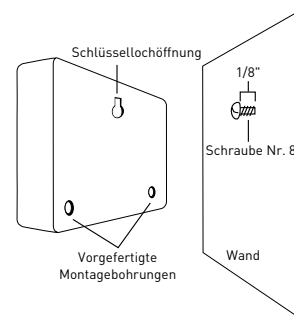

Abbildung 2: Aufhängen des Timers an der Schraube (mit der Schlüssellochöffnung)
- Schieben Sie den Timer mit dem Schlüssellochschlitz an der Rückseite des Timers über die hervorstehende Schraube. *Siehe Abbildung 2.*
- Schrauben Sie eine weitere Schraube Nr. 8 durch eine der zwei vorgefertigten Bohrungen in den unteren Ecken des Gehäuses. *Siehe Abbildung 2.*